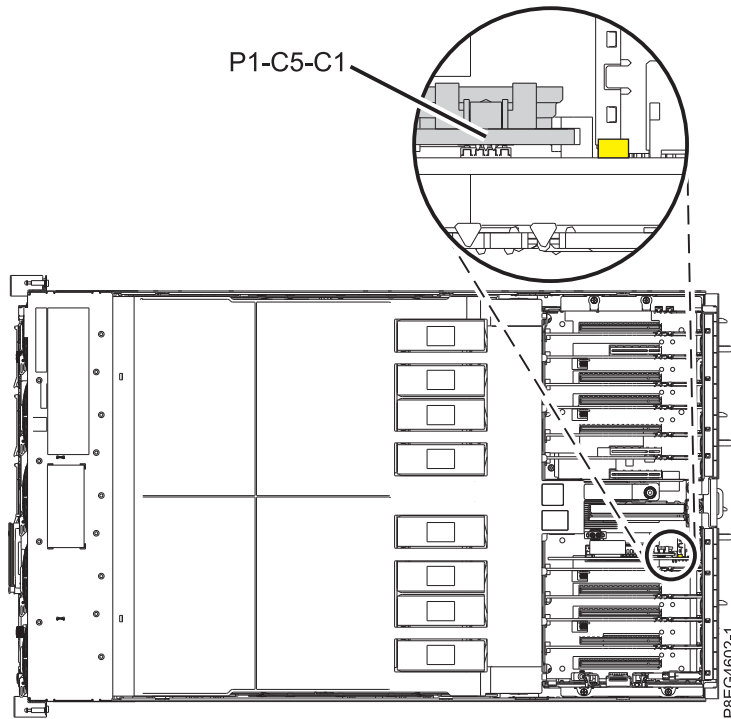

図 1. 8408-44E または 8408-E8E システムでの時刻バッテリー・カードと LED の位置
6. ステップ 1 (1 ページ) で有効にしたオレンジ色の明滅する障害 LED を確認して、障害のある時刻バッテリー・カードを特定します。3 ページの図 1 は、8408-44E または 8408-E8E システム内の時刻バッテリー・カードの位置と、サービス・プロセッサ・カードにある LED の場所を示しています。